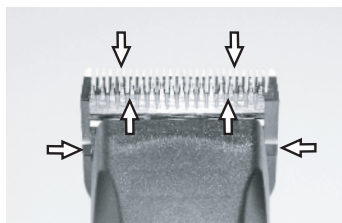

Fig. 24
For at opnå gode klipperesultater og forlænge klipperens holdbarhed er det nødvendigt at påføre et tyndt olielag mellem det øverste og nederste blad (fig. 24).
- ▶ Smør bladene tilstrækkeligt under klipningen (mindst hvert 15. minut), så de ikke bliver tørre (fig. 24).
Bladene skal smøre før, under og efter hver anvendelse. Når bladene på skærehovedet efterlader striber, betyder det, at de skal smøres igen. Påfør nogle få oliedråber foran og lateralt på klippebladene (se pile i fig. 24). Tør overskydende olie væk med en blød, tør klud. Smøringsprays sørger ikke for tilstrækkelig smøring, men har en kølende effekt på bladene. Udskift øjeblikkeligt beskadigede eller kærvede blad for at undgå skader.